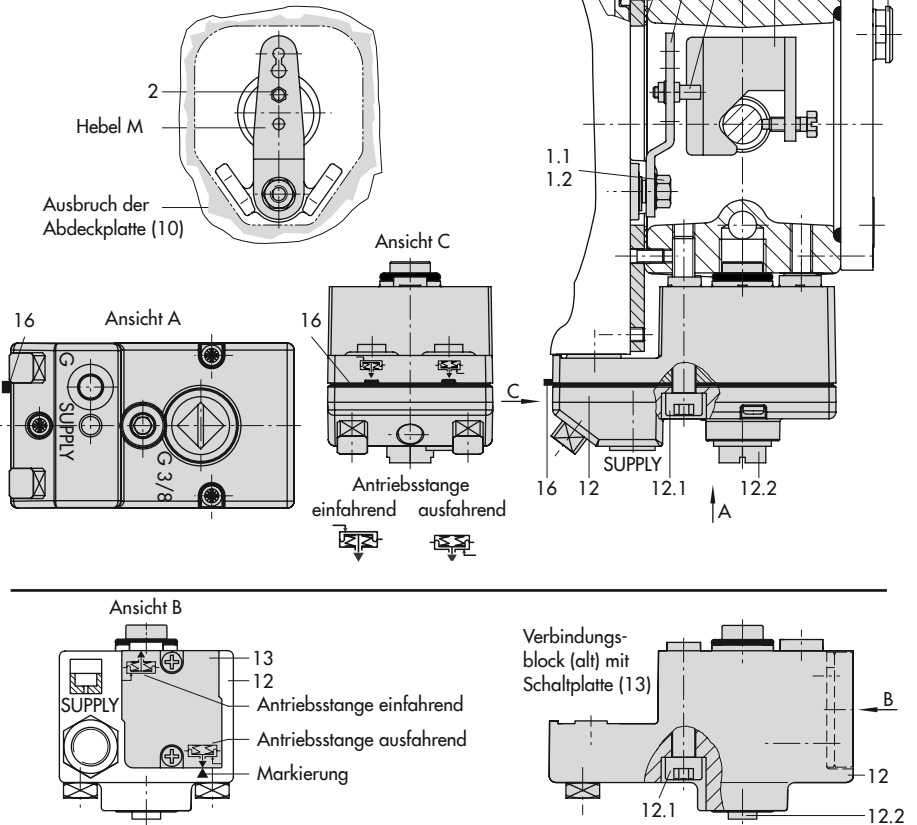

Bild 7: Direktanbau – Stelldruckanschluss für Antrieb Typ 3277 mit 175 bis 750 cm²
Antriebe mit 175 bis 750 cm² (vgl. Bild 7)
1. Mitnehmer (3) an die Antriebsstange setzen, ausrichten und so festschrauben, dass die Befestigungsschraube in der Nut der Antriebsstange sitzt.
2. Abdeckplatte (10) mit schmaler Seite des Ausbruchs (Bild 7 links) in Richtung zum Stelldruckanschluss befestigen, die aufgeklebte Flachdichtung (14) muss zum Antriebsjoch zeigen.
3. Bei Antrieben mit 355, 700 und 750 cm² am Hebel **M** (1) auf der Stellungsregler-Rückseite den Abtaststift (2) aus Stiftposition **35** lösen und in die Bohrung für Stiftposition **50** umsetzen und verschrauben.
6. Kontrollieren, ob die Zunge der Dichtung (16) seitlich am Verbindungsblock so ausgerichtet ist, dass das Antriebssymbol für „Antriebsstange ausfahrend“ bzw. „Antriebsstange einfahrend“ mit der Ausführung des Antriebs übereinstimmt. Andernfalls müssen die drei Befestigungsschrauben entfernt, die Deckplatte abgehoben und die Dichtung (16) um 180° gedreht wieder eingelegt werden. Beim alten Verbindungsblock (Bild 7 unten) muss die Schaltplatte (13) so gedreht werden, dass das entsprechende Antriebssymbol zur Pfeilmarkierung ausgerichtet ist.
7. Verbindungsblock (12) mit seinen Dichtungen an Stellungsregler und Antriebsjoch ansetzen und mit Befestigungsschraube (12.1) festziehen. Bei Antrieb „Antriebsstange einfahrend“ zusätzlich den Stopfen (12.2) entfernen und die externe Stelldruckleitung montieren.